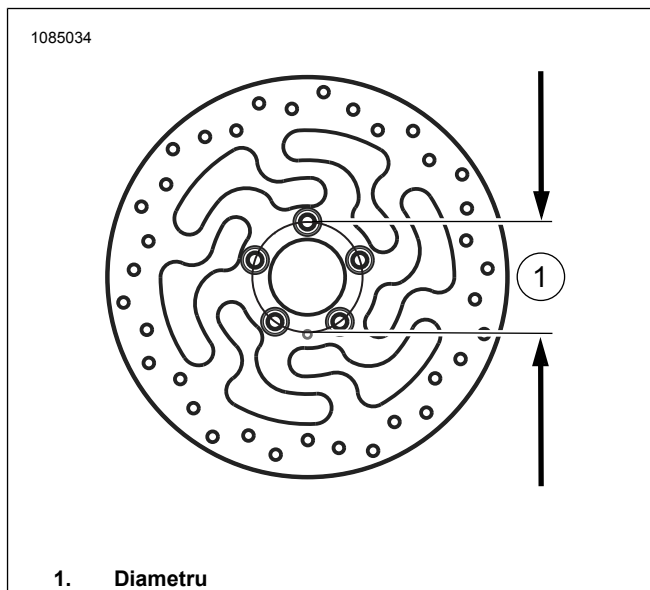

Figura 4. Diametrul orificiului de montare disc
- a. A se vedea figura 4. Dacă diametrul discului de frână față nu măsoară 3,25 in., aruncați discurile.